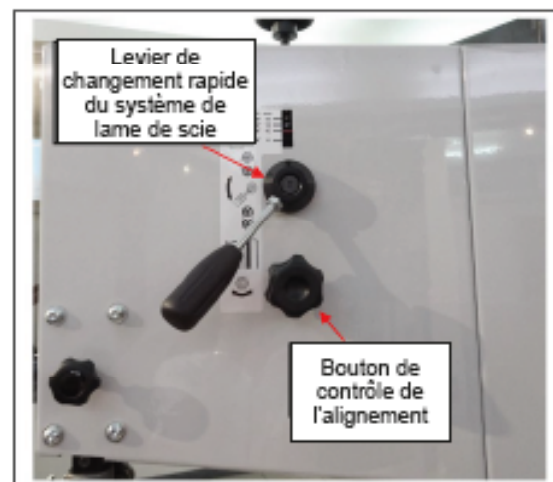

Figure 7
5. Desserrez le levier du système de changement rapide de la lame de scie à l'arrière de la scie à ruban. (Reportez-vous à la Figure 7)